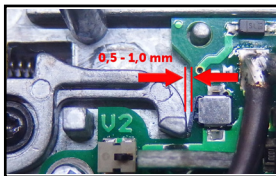

Abb. 2 – Korrekter Abstand zwischen Cut-Off und Mikroschalter
5. Überprüfen Sie, ob der Cut-Off den Mikroschalter ordnungsgemäß betätigen kann. Hierfür ist ein Abstand von etwa 0,5 - 1,0 mm zwischen beiden erforderlich (s. Abb. 2). Ist der Cut-Off zu lang ist muss das Mikrosschalter-seitige Ende passend abgeschliffen werden. Falls der Cut-Off sich nicht weit genug absenkt, muss die rot markierte Stelle schrittweise abgeschliffen werden (s. Abb. 4). Schleifen sie die Stelle so lange ab, bis die korrekte Funktion gewährleistet ist. Sollte, trotz aller Bearbeitung der Mikroschalter nicht korrekt betätigt werden können, ist er durch den eines anderen Hersteller zu ersetzen.